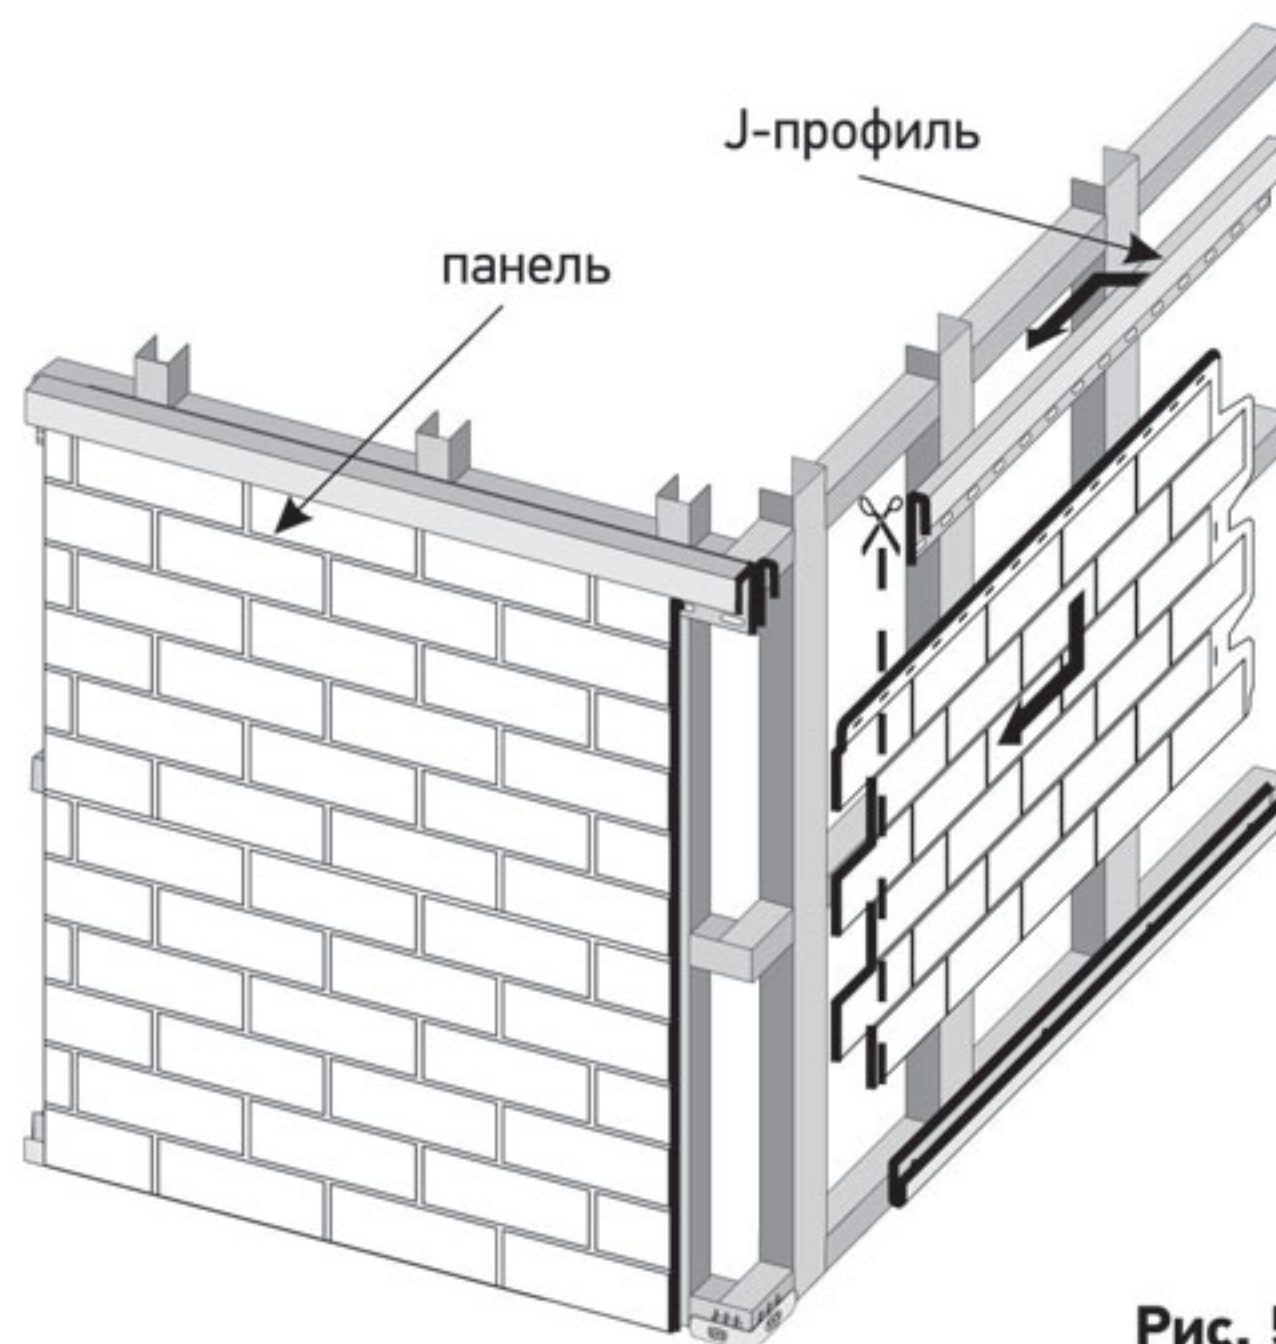

Рис. 5
- Монтаж фасадных панелей производится строго слева направо и снизу вверх (Рис. 5).